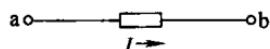

图 1-3 电流方向的
- (1) 用字母  $I$  加下标表示  $I_{ab}$  表示电流从 a 流到 b。
- (2) 用字母  $I$  加图示箭头表示 箭头所示方向就是电流的方向，如图 1-3 所示。
如图 1-3 所示，从 a 到 b 的电压在数值上等于在电场中将单位正电荷从 a 移到 b 电场力所做的功，也等于将单位正电荷由 a 移到 b 所转换掉的电能，即